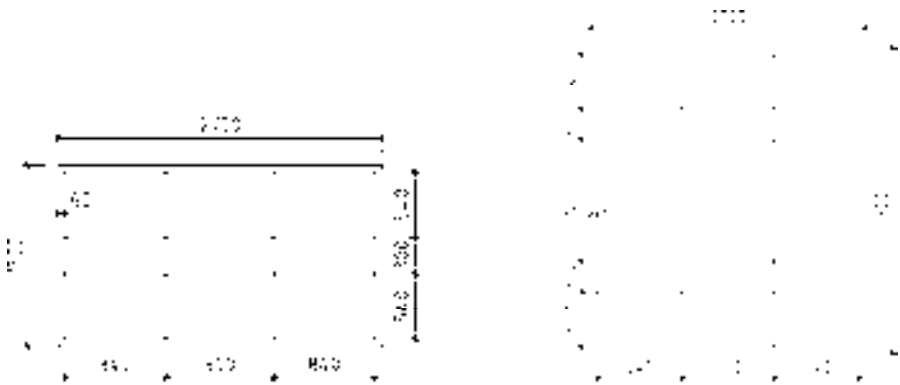

图 15-131 绘制立面窗
2) 绘制立面窗。调用“矩形”命令和“分解”命令，绘制并分解矩形；调用“偏移”命令，向内偏移矩形边，如图 15-131 所示。